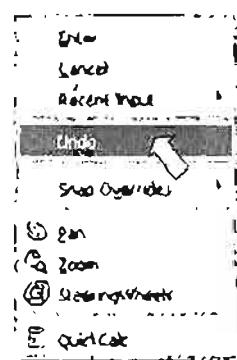

Рис. 2.9 Контекстное меню команды LINE
Если предыдущая точка введена неправильно, то можно вернуться к ее повторному вводу, вместо задания координат второй точки выберите команду *Undo* (Отменить) из контекстного меню, которое вызывается нажатием правой клавиши мыши (рис. 2.9). При этом в командной строке повторится все та же подсказка *Specify next point or [Undo]:* (Следующая точка или [Отменить]). Эта подсказка повторяется для всех последующих вводимых точек.
Построение ломаной заканчивается выбором команды <Enter> из контекстного меню (см. рис. 2.9).
4. Чтобы закончить построение отрезка нажмите правую клавишу мыши и выберите из контекстного меню <Enter> (см. рис. 2.9). Отрезок построен, команда Line прервана.